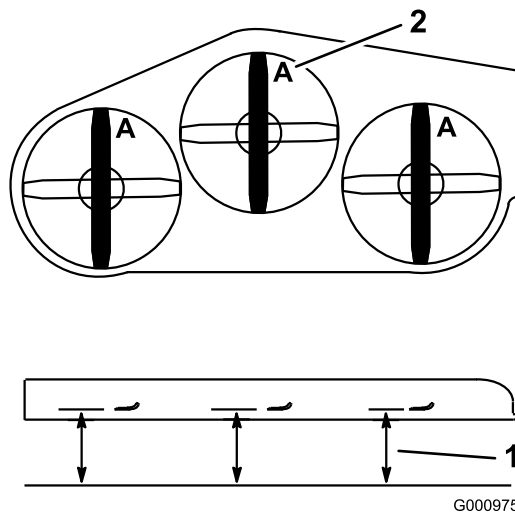

Figure 77
4. Mesurez la distance entre la surface plane et le tranchant (position **A**) des lames (Figure 77).